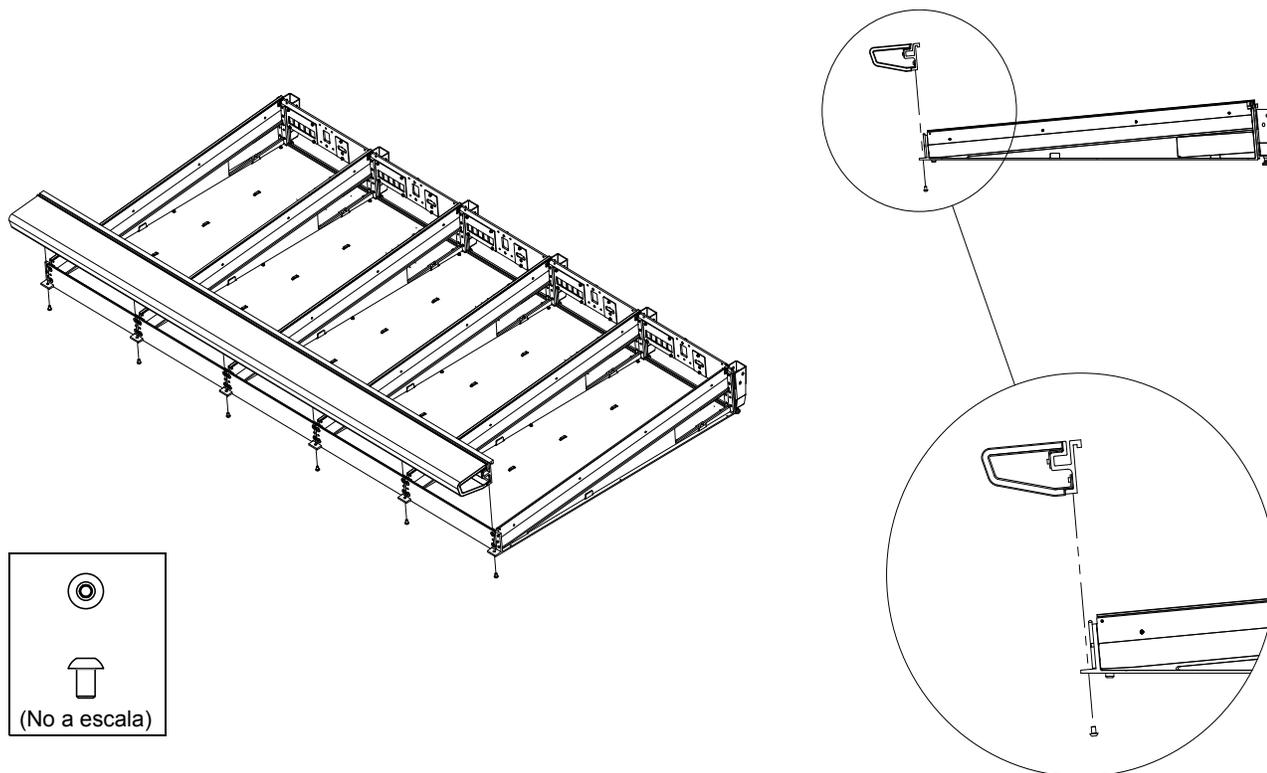

Figura 25. Fijación del refuerzo transversal
- 4 Asegúrate de que el refuerzo transversal está orientado correctamente y bájalo poco a poco hacia el borde receptor a lo largo de la parte superior del borde frontal de la estructura, para que el refuerzo quede en la posición correcta, como se muestra en la Figura 25.